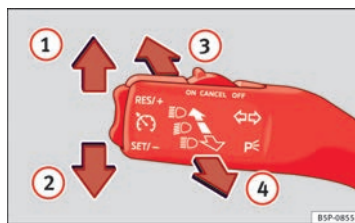

Fig. 73 Palanca de intermitentes y de luz de carretera.
- Desplace la palanca hacia arriba hasta el tope ⇒ fig. 73 ① para encender el intermitente **derecho** o bien hacia abajo ②, para encender el intermitente **izquierdo**.
- Si las luces de cruce están activadas, pulse la palanca hacia adelante ⇒ fig. 73 ③ para encender la luz de carretera.
- Pulse la palanca hacia el volante ⇒ fig. 73 ④ para apagar la luz de carretera.